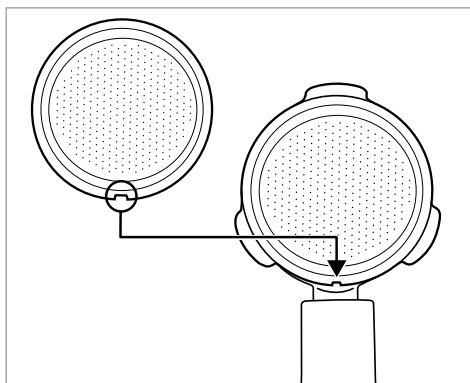

Abb. 2
- 2) Legen Sie den großen **(19)** oder den kleinen Siebeinsatz **(20)** in den Siebträger (siehe Abb. 2 und 3):